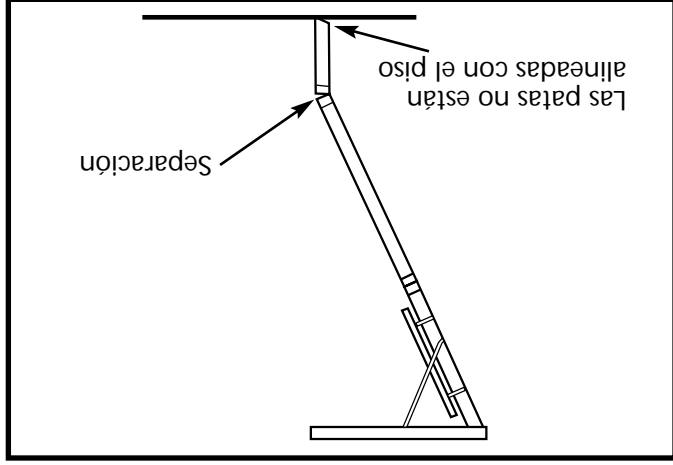

Figura 26. Patas demasiado cortas
PASO 8. Si la escalera de acceso luce como en la Figura 26, entonces ambas patas están demasiado cortas. Si no hay separaciones entre las articulaciones pero una de las patas está demasiado corta, entonces no es seguro utilizar la escalera de acceso. Si usted ha recortado demasiado cortas las patas, no utilice la escalera de acceso.